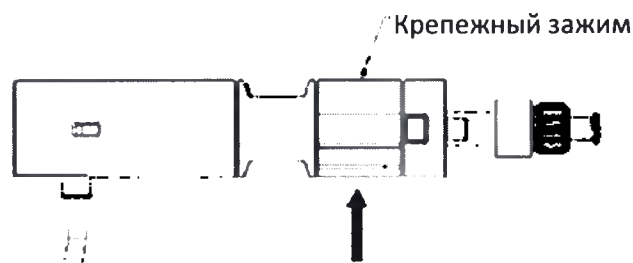

Рис.9. Удаление крепежного зажима.
- Удерживайте систему доставки неподвижно. Удалите крепежный зажим с захвата системы доставки (рис. 9).